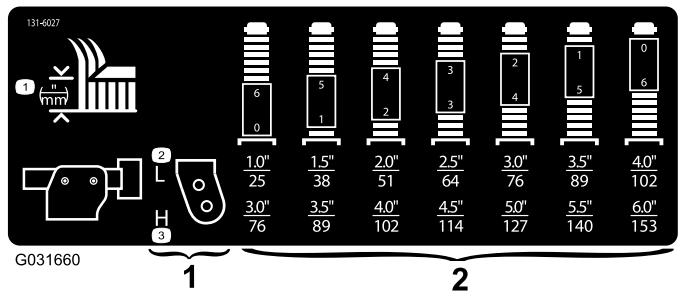

Figure 18
3. Placez les essieux des roues pivotantes dans les mêmes trous sur toutes les fourches; voir le tableau (Figure 18) pour déterminer les trous corrects pour le réglage.
- Remarque:** Pour déterminer les combinaisons d'entretoises requises pour les différentes hauteurs de coupe, reportez-vous au tableau (Figure 18).